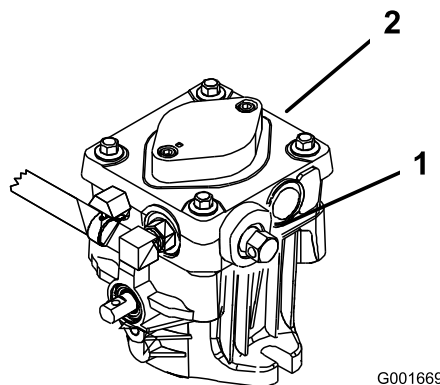

Figure 23
2. Tournez les vannes de dérivation d'un tour dans le sens anti-horaire pour pousser la machine. Cela permet au liquide hydraulique de contourner la pompe et aux roues de tourner (Figure 23).
Tournez les vannes de dérivation d'un tour dans le sens horaire pour conduire la machine (Figure 23).